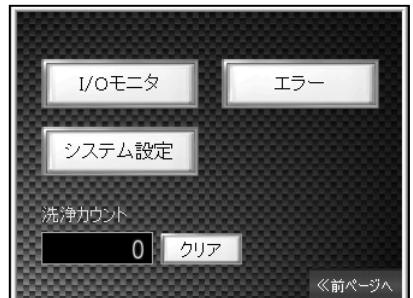

図 7-29
7. 5 メニュー(図 7-29)
- メニュー画面(図 7-29)の スイッチを押すと、I/Oモニタ画面に切り替えます。
メニュー画面(図 7-29)の **システム設定** スイッチを押すと、システム設定画面に切り替えます。(図 7-30)
・ メニュー画面(図 7-29)の **エラー** スイッチを押すと、エラーメニュー画面に切り替えます。(図 7-32)
7. 5.4 洗浄回数表示(図 7-29)